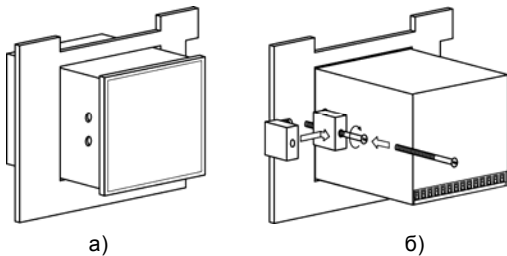

Рисунок 5.2 Монтаж прибора щитового исполнения
- вставить прибор в специально подготовленное отверстие на лицевой панели щита (см. Приложение А и рисунок 5.2, а);
- вставить фиксаторы из комплекта поставки отверстия на боковых стенках прибора (рисунок 5.2, б);